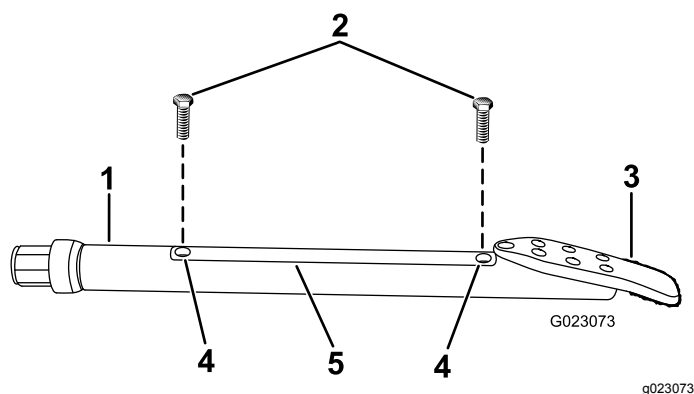

Рисунок 55
2. Ослабьте винты крепления крышки корпуса и снимите крышку (Рисунок 55)
4. Установите крышку корпуса и закрепите ее винтами (Рисунок 55).